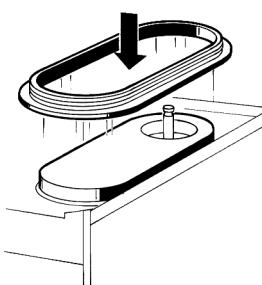

figure 6
- 4** Replacer le joint du réservoir sur l'évaporateur, en laissant la couronne plus épaisse en contact avec le plan égouttoir (voir figure 6).